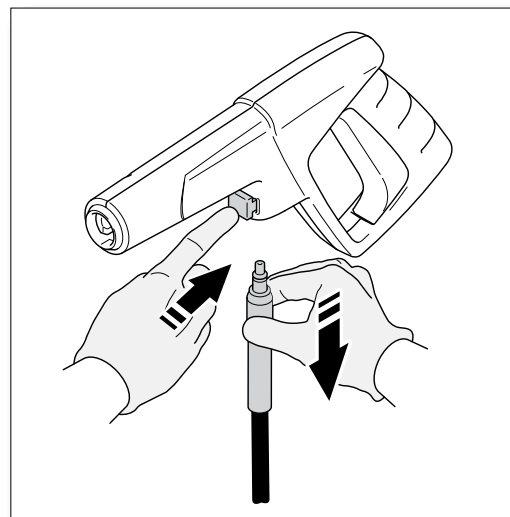

Fig.6
- Para soltar la manguera de la pistola, pulse el botón en la parte inferior del arma hacia el gatillo. La manguera se deslice fuera de la conexión (**Fig. 6**).